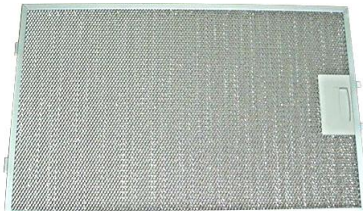

Рис. 9
- Снимите алюминиевый жировой фильтр (рис. 9).
- Установите жировой фильтр (рис. 9).
Жировой фильтр (рис. 9) следует чистить в зависимости от интенсивности приготовления пищи, но не реже, чем раз в месяц. Для очистки жирового фильтра необходимо его вынуть и промыть теплой водой со средствами, растворяющими жир, или в посудомоечной машине, установив его в вертикальном положении. При очистке алюминиевого фильтра обратите